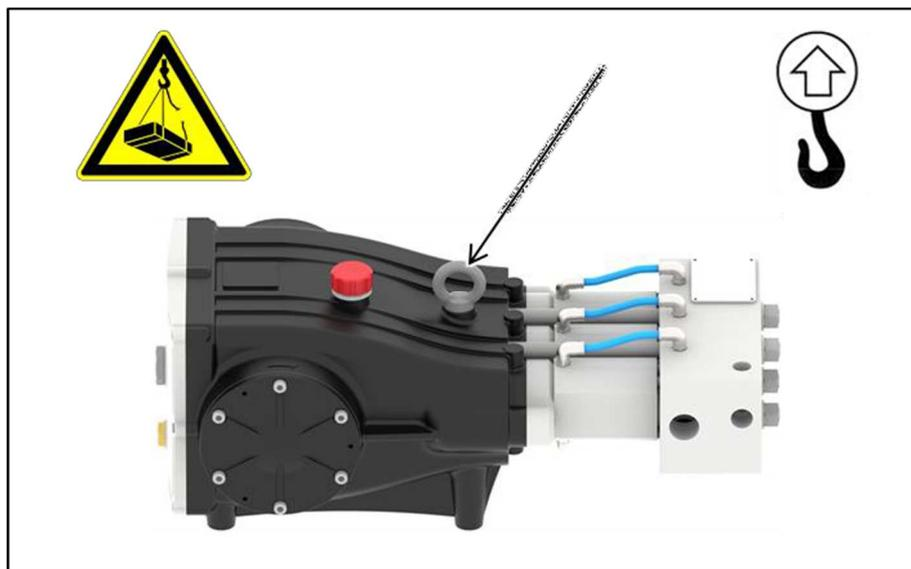

Figura 10: Golfare di sollevamento
- Sollevare la pompa esclusivamente per il punto di imbracatura previsto per il trasporto (Figura 10).